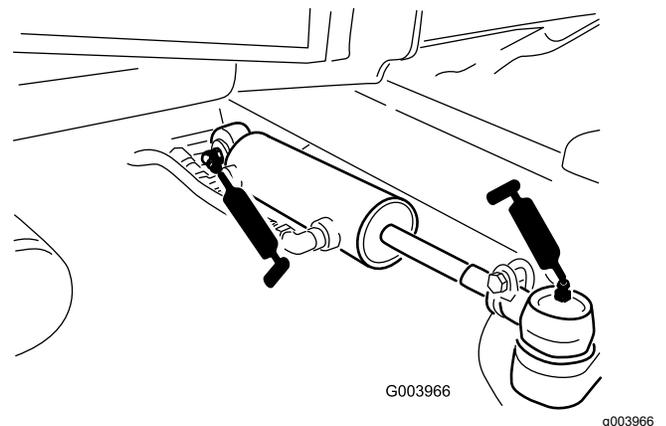

Figura 112
- Giunti a sfera (2) del cilindro di sterzo (Figura 112)